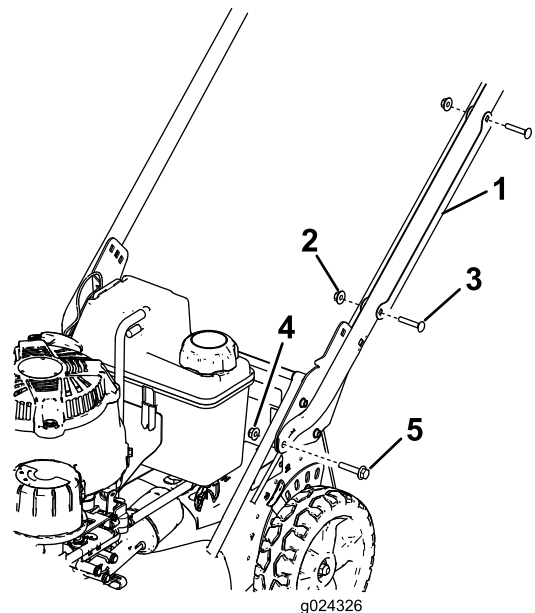

Figura 3
1. Rimuovete la protezione del cavo dalla stegola (Figura 3) togliendo i 2 bulloni a testa tonda e i 2 dadi di bloccaggio che tengono la protezione del cavo alla stegola.
2. Installate le estremità della stegola sull'alloggiamento del tosaerba con 2 bulloni flangiati a testa esagonale (5/16 x 1½") e 2 dadi flangiati (5/16") come mostrato in Figura 3.
- Bullone a testa tonda (5/16 x 1 1/2") (2)
- Staffa della stegola (2)
- Dado flangiato (5/16") (2)
- Posizionate la protezione del cavo sulla stegola **con i(l) cavi(o) all'interno della protezione** e fissate la protezione stessa sulla stegola con i 2 bulloni a testa tonda e i 2 dadi di bloccaggio rimossi in precedenza (Figura 3).